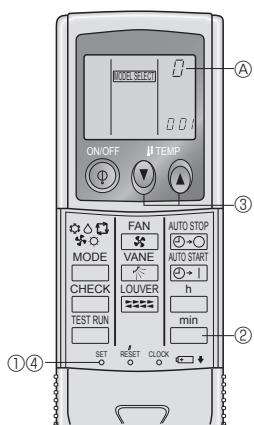

Fig. 6-4
4) Procedimiento para establecer el número del par en el mando a distancia (Fig. 6-4)
- ① Pulse el botón SET con algún objeto puntiagudo.